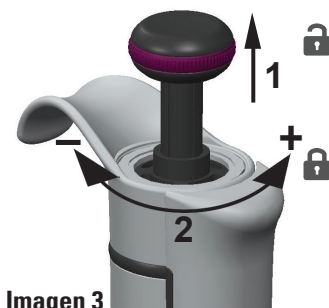

Imagen 3
1. Determine el volumen de dispensación con el botón de ajuste de volumen, que se encuentra en la parte superior de la pipeta (Imagen 3). Tire del botón para activar el ajuste de volumen.